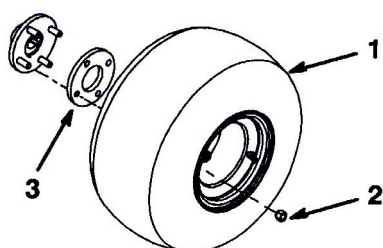

図2
2. 各ハブにホイールを取り付ける (図2; 1つのホイールにラグナット4個) ホイール・ナットを61-75 N.m (6.2~7.6 kg.m) にトルク締めする。